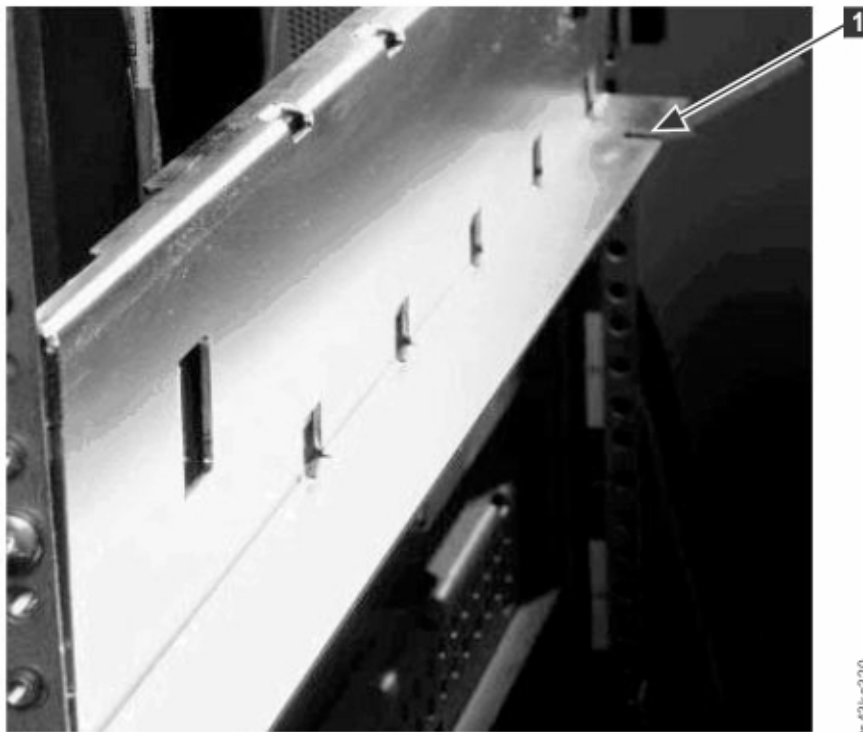

Figura 42. Orificio para la patilla de alineación
- a. Mueva la palanca de alineación de la parte superior del par de módulos a la posición de bloqueo o encaje. Si se encuentra resistencia, ajuste la posición del módulo superior para que el pin del mecanismo de alineación se mueva al orificio de acoplamiento en el módulo inferior. Si sigue encontrando resistencia, compruebe si los rieles del bastidor están instalados correctamente. Compruebe que el orificio para la patilla de alineación está en el riel izquierdo (mirando desde la parte frontal) hacia la parte posterior del bastidor. Consulte **1** en Figura 42.